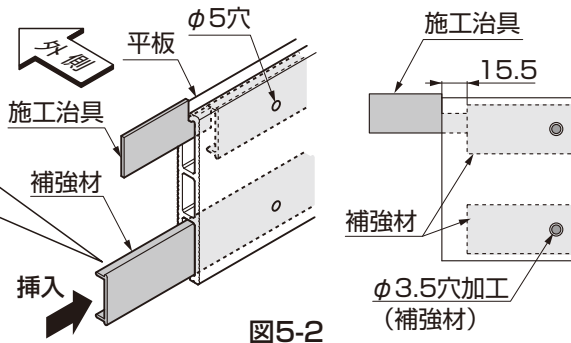

図5-2
③補強材を平板に挿入してください。
④施工治具で補強材の位置を合わせ、②であけたφ5の穴位置にφ3.5の穴加工をしてください。(図5-2参照)